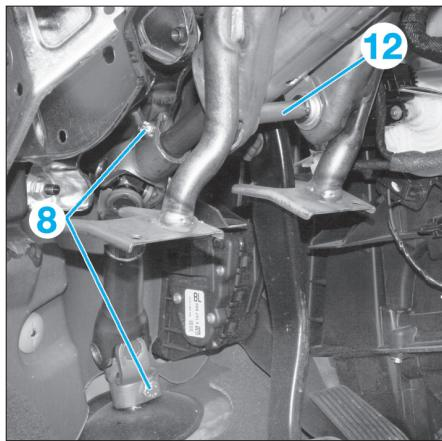

FIG. 10
- les vis de fixation (8) de l'arbre intermédiaire de colonne de direction et le dégager du boîtier de direction (fig. 10).
- les 2 vis de fixation (11) (fig. 12) et la vis (12) (fig. 10) de la colonne de direction.